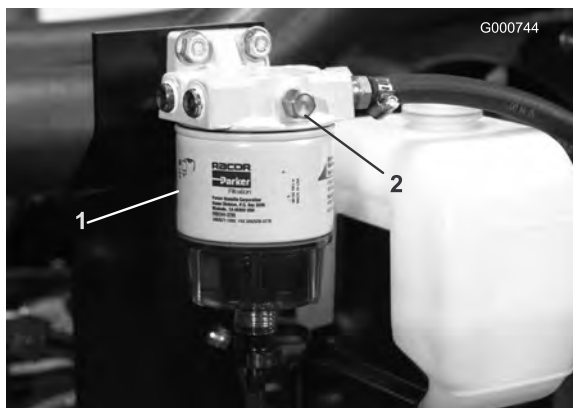

Figura 23
3. Aprite il tappo di sfianto sul filtro carburante/separatore di condensa (Figura 23).